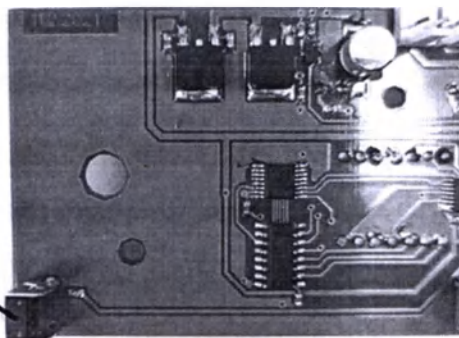

Рисунок 2 – расположение кнопки «СБРОС»
- Для обнуления счетчика нажать и удерживать кнопку «СБРОС», расположенную на плате индикации панели управления, установленной на крышке рециркулятора (Рис. 2) – индикатор наработки должен отобразить «- - - - -» бегущей строкой